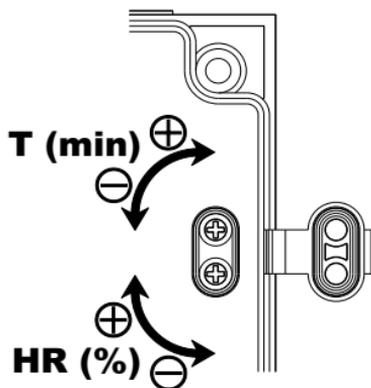

Рис.10
Регулировка значения влажности осуществляется при помощи потенциометра “%Hr”, который размещен в плате с печатной схемой (рис.10) после снятия решетки (1):
Для регулировки устройства выдержки времени необходимо повернуть потенциометр “ t min.”, который размещен в плате с печатной схемой (рис.10):